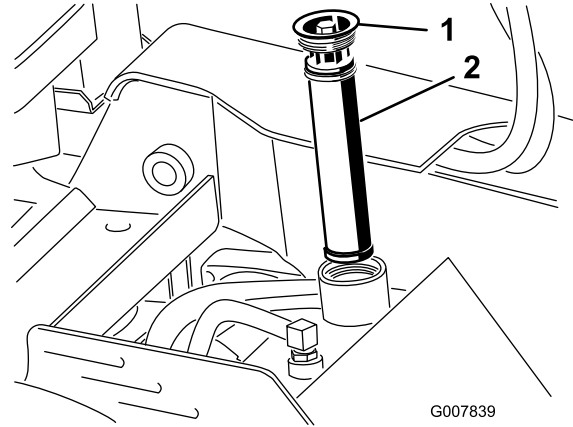

Figura 57
5. Limpie la zona alrededor del cuello de llenado del depósito de aceite hidráulico, y retire el tapón y el filtro del cuello de llenado usando una llave de tubo (Figura 57).